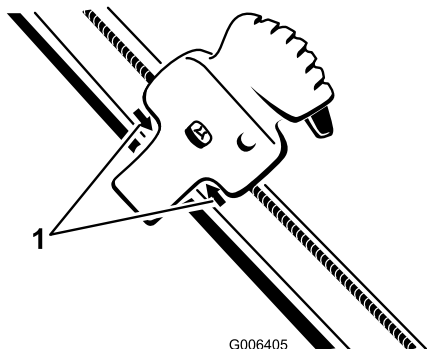

图33
2. 将 Quick Shoot 控制装置放在上把手右侧的 2 个箭头之间图33。